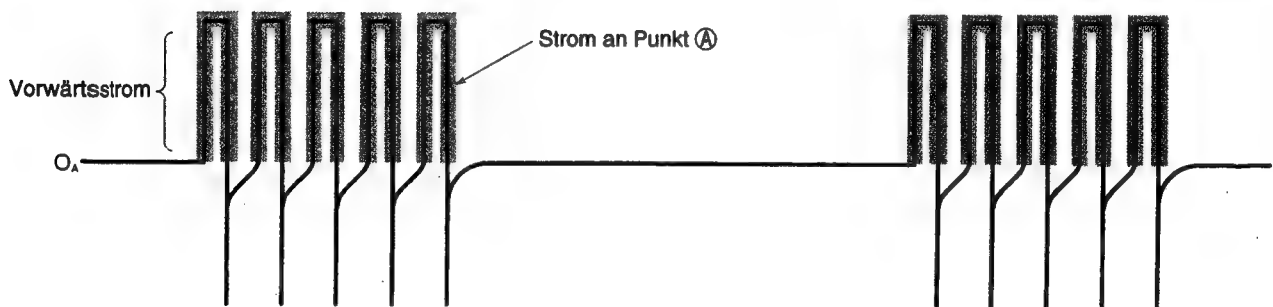
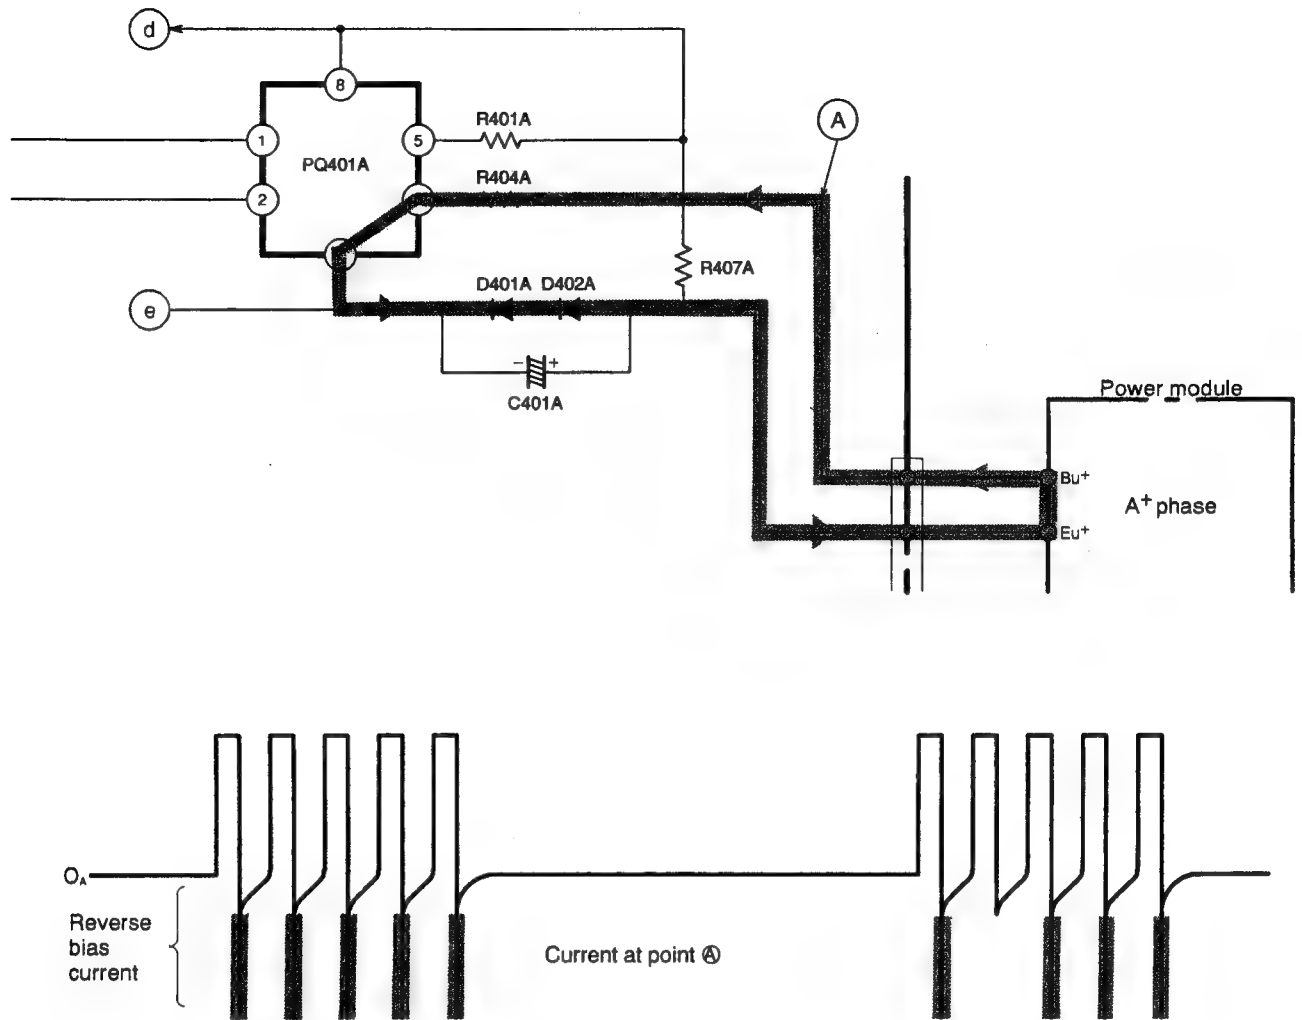

Abb. 7-2 Vorwärtsstrom-Wellenform an Punkt A
Fig. 7-3 Waveform of Transistor Base Current (Reverse Current at Point ⑧)
- Wenn der Stift ②③ des Mikrocomputers von "Hi" auf "Lo" wechselt, schaltet in Fotokoppler zwischen den stifen ① und ② des PQ401A ein, so daß ein Strom in Richtung Klemme ① → R401A → PQ401A → R404A → Klemmen Bu⁺ des Leistungsmoduls → Klemmen Eu⁺ → D402A → D401A → Klemme ② fließt und die Transistoren des oberen Arms antreibt (Abb. 7-2).
- Wie für den Rotor-Magnetpol-Positionsdetektor-Schaltkreis beschrieben wurde, liefert der Antriebsschaltkreis des oberen Arms den Strom an die Basis der Transistoren an der positiven ⊕ Seite des Leistungsmoduls, wodurch diese Transistoren in Abhängigkeit von den Positionsdetektorsignalen ein-oder ausgeschaltet werden. Die den Positionsdetektorsignalen entsprechenden Signale werden an den Stiften ②③, ②④ und ②⑤ des Mikrocomputers ausgegeben und über den Treiber IC1 an den Stiften ② der Fotokoppler PQ401A - PQ403A eingegeben.
- When pin ②③ of the micro computer then goes "LO" → "HI", a photocoupler between PQ401A pins ① and ② turns off and the reverse bias current flows to C401A → power module's Eu⁺ terminals → Bu⁺ terminals → R404A → PQ401A to cut off the upper arm transistors. (Fig. 7-3)